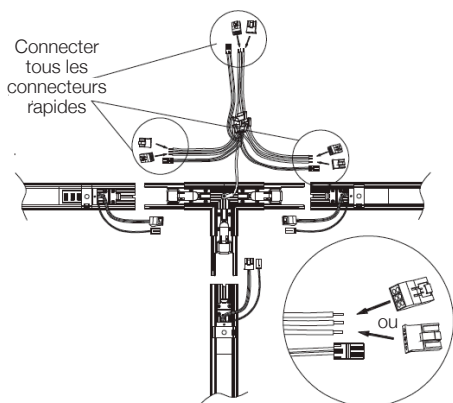
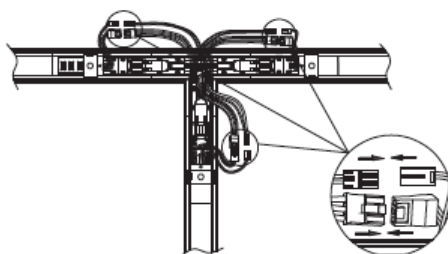

Fig. 4
Fig. 5
4. Connecter toutes les connexions rapides de puissance et de gradation (Fig. 4 et Fig. 5). Un luminaire doit être alimenté par le cordon d'alimentation (vendu séparément).